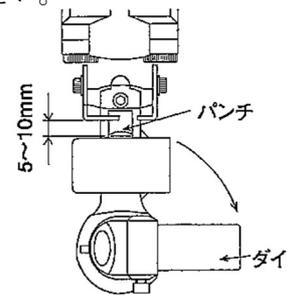

図 G-1
1. ロック解除レバーを引き、回転グリップを 90° 回転させダイを横向きにします。(図 G-1)
4. パンチを取り付けます。(図 G-1) 「G-1 替刃の交換」参照